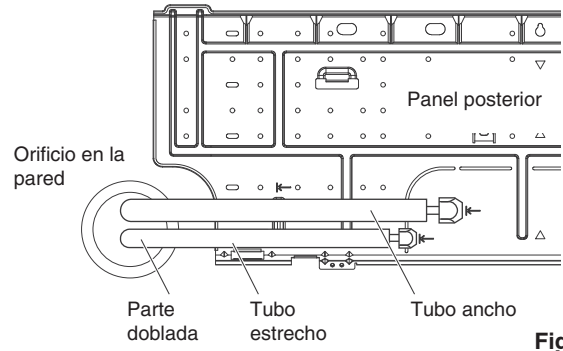

Fig. 3-28
- (1) Introduzca el tubo y la manguera de drenaje en la pared, dejando una longitud suficiente para la conexión. A continuación, doble el tubo con un doblador de tubos para realizar la conexión. (Fig. 3-28)
- (2) Cambie la manguera y la tapa de drenaje.